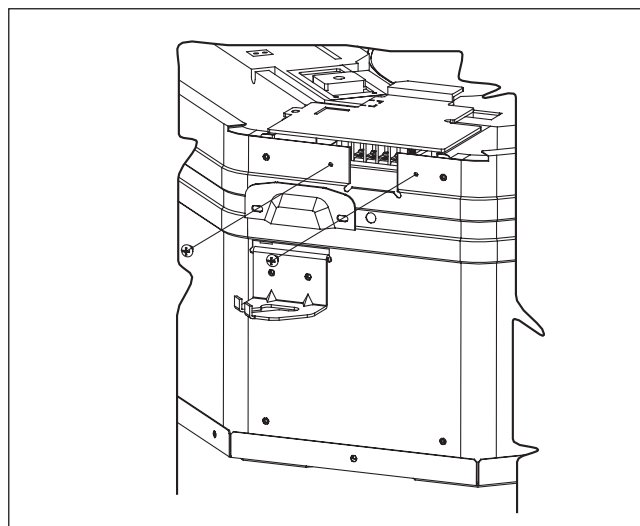

Figura 3
1. Retire a cobertura da cablagem desaparafusando os 2 parafusos conforme apresentado na Figura 3.